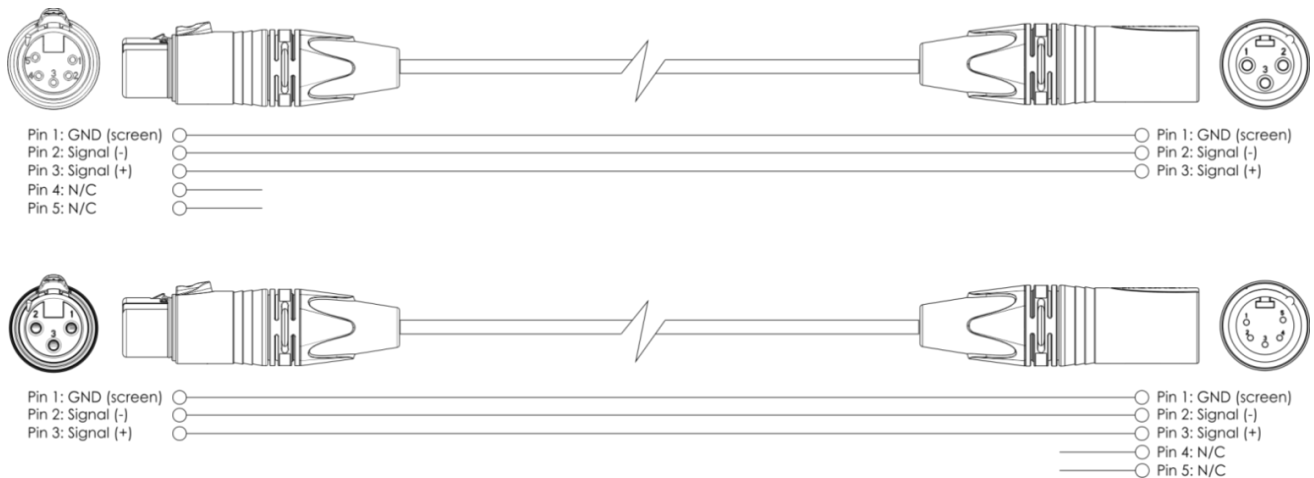

**Abb. 06**
- 04) Verbinden Sie die Geräte so wie in (Abb. 06) gezeigt. Verwenden Sie ein DMX-Datenkabel, um die DMX-„OUT“-Buchse des ersten Geräts mit der „IN“-Buchse des zweiten Geräts zu verbinden. Wiederholen Sie diesen Vorgang, um das zweite und dritte Gerät ebenfalls anzuschließen. Mit dem